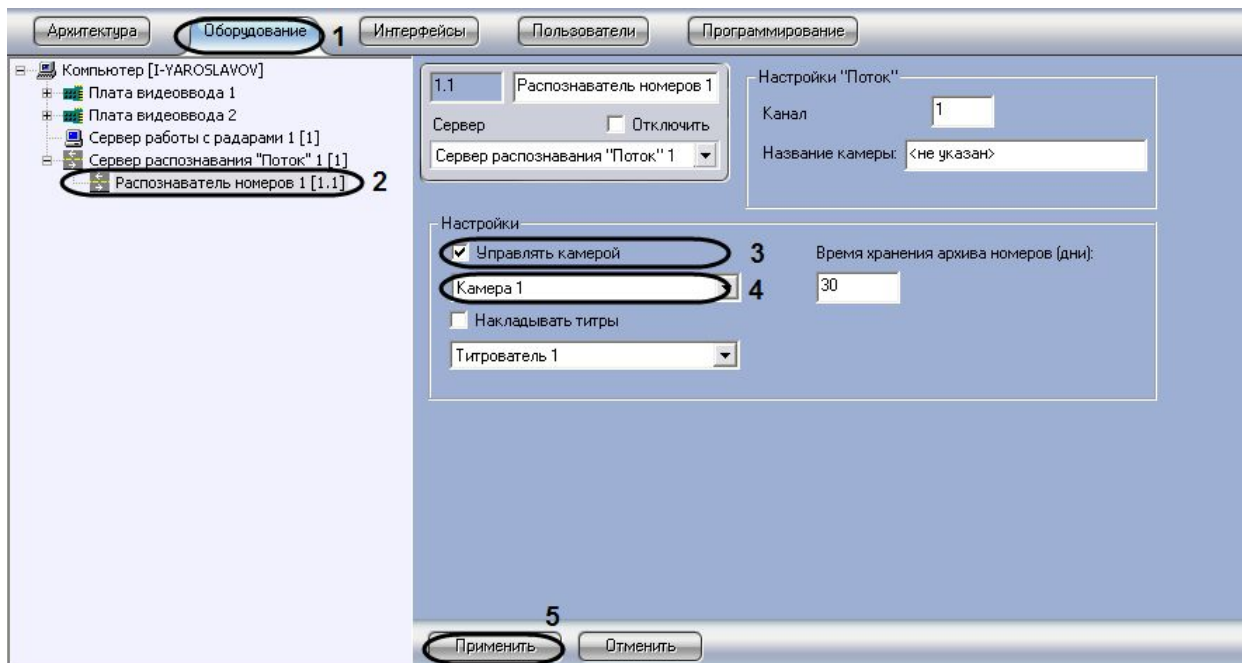

Рис. 7.3.7-1 Активирование функции и выбор видеокамеры для ведения видеозаписи
1. В диалоговом окне «Настройка системы» перейти на вкладку «Оборудование» (см. Рис. 7.3.7-1, 1).
2. В дереве объектов на вкладке «Оборудование» выбрать объект «Распознаватель номеров», соответствующий настраиваемому программному модулю «Поток» (см. Рис. 7.3.7-1, 2). В правой части вкладки «Оборудование» отобразится панель настройки выбранного объекта.
3. Установить флажок «Управлять камерой» для активации функции записи видеосигнала с видеокамеры, входящую в систему «Авто-Интеллект» (см. Рис. 7.3.7-1, 3).
4. Выбрать объект «Камера» из списка всех видеокамер в системе видеонаблюдения. По выбранной видеокамере будет вестись запись видеосигнала при распознании номерного знака транспортного средства (см. Рис. 7.3.7-1, 4).
5. Нажать кнопку «Применить» (см.Рис. 7.3.7-1, 5).